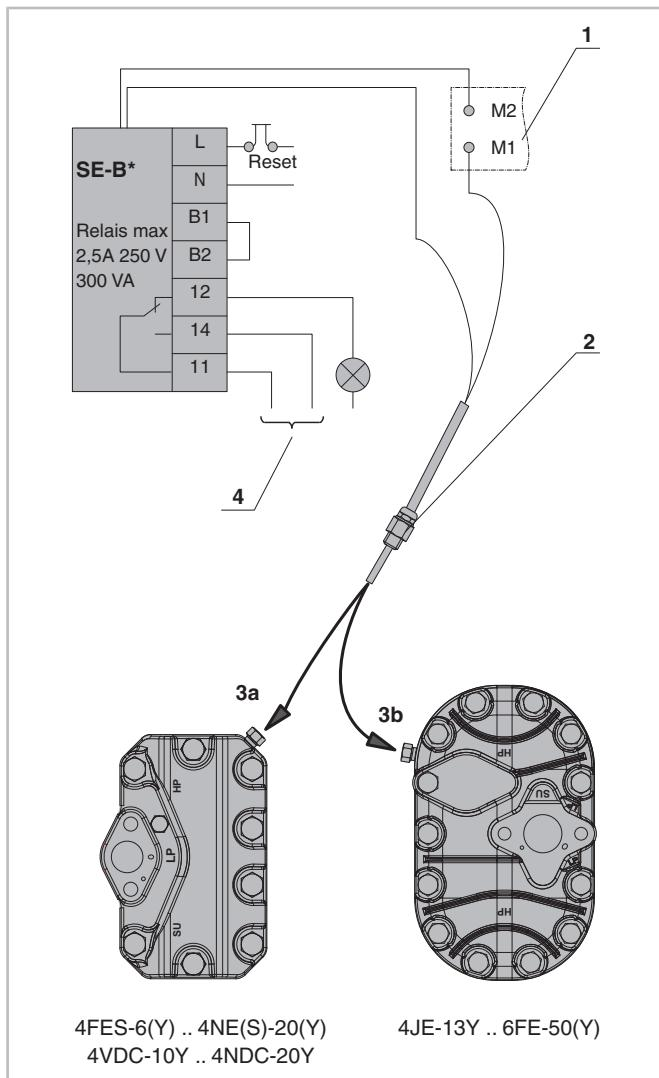

Abb. 22: Druckgastemperaturfühler bei Anlaufentlastung
Der Fühler muss in den Anlaufentlastungszylinderkopf eingebaut werden (siehe Abbildung 22, Seite 46).
- Messleitungen in Reihe zu den Motortemperaturfühlern schalten (siehe Aufkleber im Anschlusskasten und siehe Abbildung 22, Seite 46).